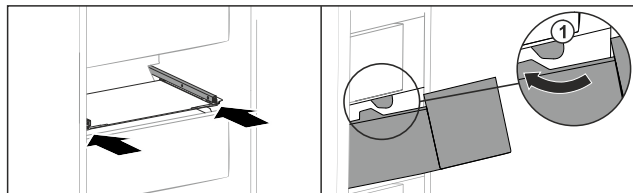

Fig. 159
- ▶ Far passare il cassetto intorno ai fermi Fig. 159 (1).